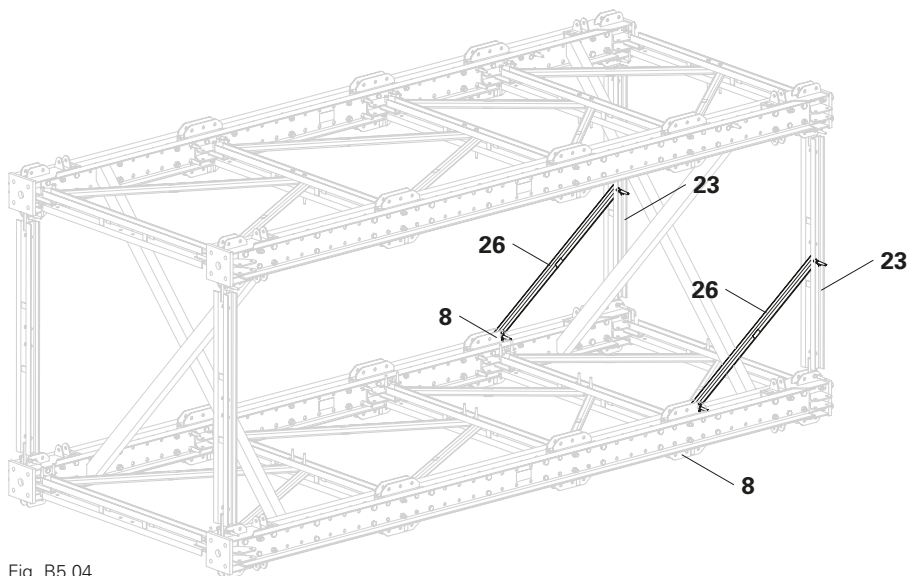

Fig. B5.04
1. Inserire 1 diagonale VST (26)\* su ogni lato nel corrente orizzontale VST 200 (23).
2. Avvitare la diagonale VST (26) con 1 perno da  $\varnothing 21$  mm (9) ciascuno all'attacco dell'impalcatura VST (8) e al corrente orizzontale VST 200 (23). (Fig. B5.04)